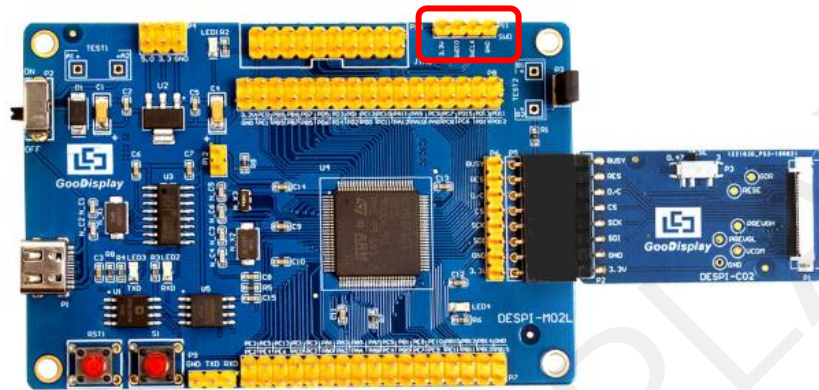

图 11 SWD 接口
1) 如图 11 所示，开发板预留了四线 SWD 接口，可以将其通过杜邦线接在仿真器对应接口上，连接仿真器到计算机。